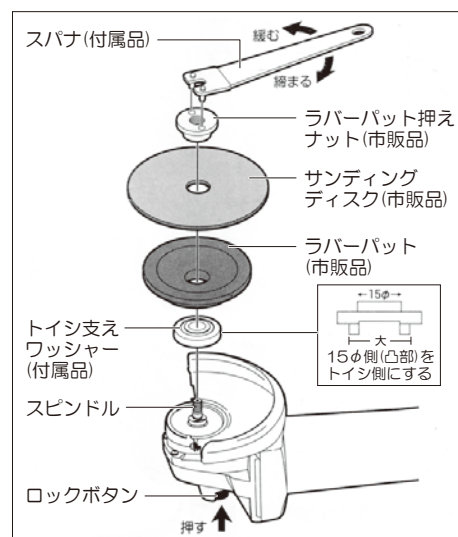

図4
■サンディングディスクの取付け (図4参照)
- ①スピンドルのトイシ支えワッシャーの上にラバーパッド、サンディングディスク(共に市販品)を通します。
- ②その上にラバーパッド押さえナット(市販品)を通します。
- ③ロックボタンを押してスピンドルを固定したら付属のスパナでラバーパッド押さえナットを締付けてください。